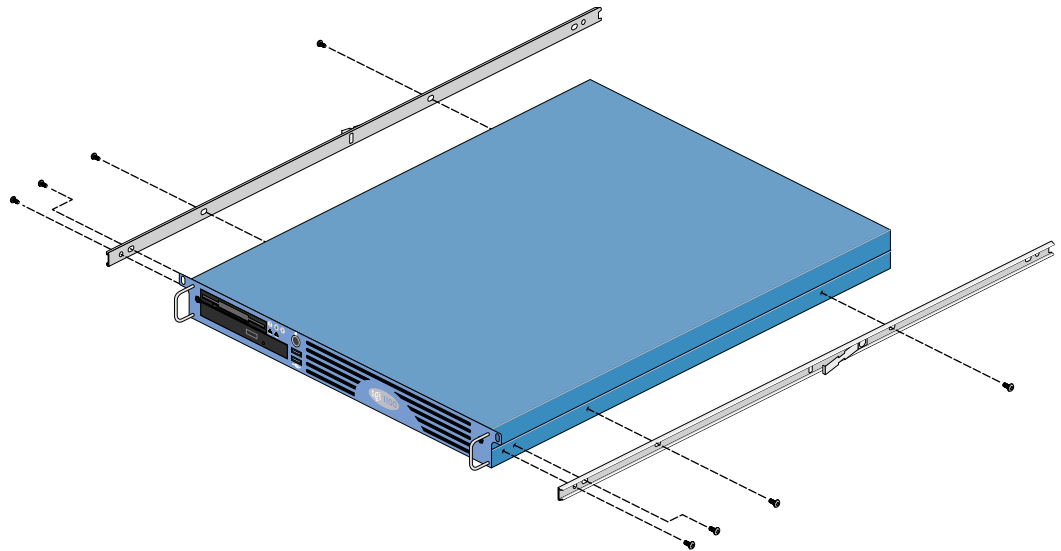

Abbildung 2-8 Befestigen der Schienen am Gehäuse des SGI 1100 Servers
1. Verwenden Sie die M4xL5-Schrauben (siehe Tabelle 2-2), um eine der Gehäuseschienen an der rechten Seite des SGI 1100 Servergehäuses zu befestigen. Vergewissern Sie sich, dass die Schiene richtig herum montiert ist, (beachten Sie dazu Abbildung 2-8).